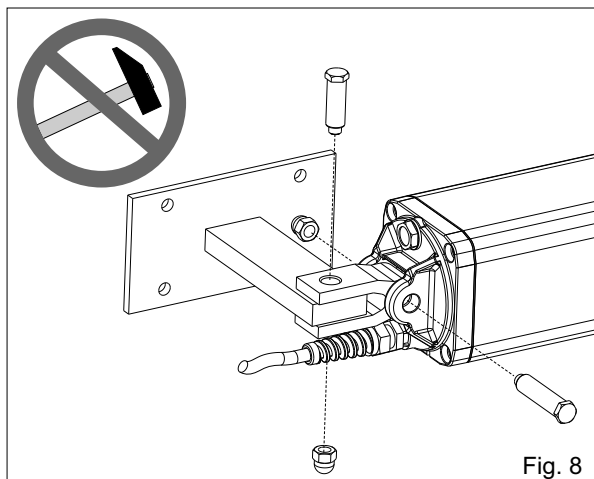

Fig. 8
- Fijar la horquilla oscilante como en fig.8.